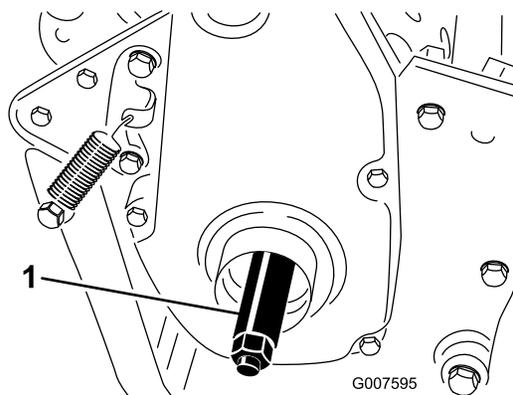

Рисунок 7
- Вверните вал правого колеса в приводной шкив на правой стороне машины (Рисунок 7).